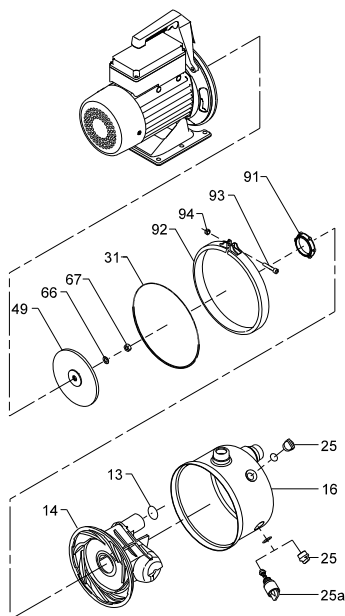

Fig. 6 Eksploderet tegning af jetpumpen
Positionsnumre i de følgende afsnit henviser til fig. 6.
Anfør positionsnummeret i fig. 6 og data på pumpens typeskilt når du bestiller reservedele.
**Bemærk** Pumpen der er illustreret i fig. 6, kan afvige fra den aktuelle pumpeudførelse.